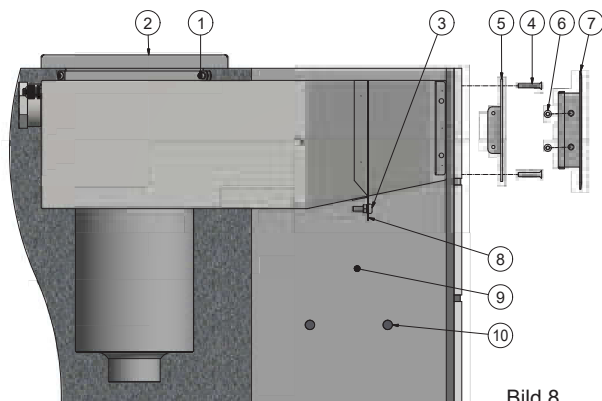

Bild 8.
jord (se pos 3 bild 8). Skruv, taggbricka och mutter följer med produkten.
9. Montera fästramen och fixera med medföljande skruvar (4st M5x30), se bild 8.